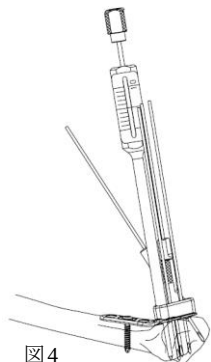

図4
- 2) 遠位端スクリューの場合、橈骨遠位端共通デプスゲージ (L) の外筒先端をプレートスクリューホールに密着させ、フックワイヤー先端が背側皮質の内側で止まるまで挿入します。デプスゲージの目盛りを読み取り、スクリュー長を決定します。(図4)